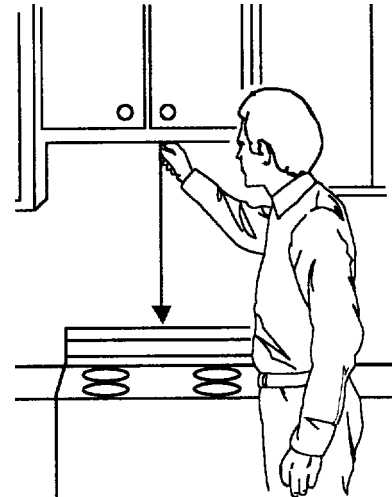

Figure 22
1. À l'aide d'un fil à plomb et d'un ruban à mesurer (en métal), trouver et marquer d'un repère l'axe central vertical du mur arrière, tel qu'indiqué à la figure 22.
REMARQUE : S'assurer que la largeur minimum est de 30 po (76,2 cm) et que la distance entre le haut du gabarit sur le mur et le dessus de la cuisinière ou du comptoir est d'au moins 30 po (76,2 cm). Voir la figure 22.